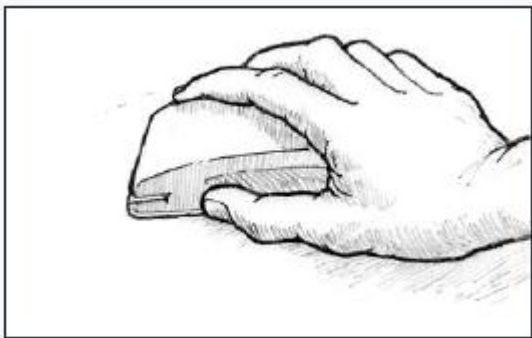

Рис. 32. Отшлифуйте поверхность.
3. Отшлифуйте поверхность так, чтобы она стала гладкой (Рисунок 32). Если на поверхности есть потеки смолы, начните шлифовку наждачной бумагой № 80. Шлифуйте поверхность до тех пор, пока она не станет ровной, на вид и на ощупь. Завершите шлифовку, используя рекомендованный для данного покрытия тип наждачной бумаги – должно быть указано в инструкциях по нанесению покрытия. Адгезия краски частично зависит от механического сцепления краски с поверхностью эпоксидной смолы. Если будет наноситься High-Build или порозаполняющая грунтовка, как правило, достаточно наждачной бумаги зернистостью 80-100. Для грунтовок и покрытий с большим содержанием твёрдых веществ, лучше использовать №120-180. Для глянцевых покрытий рекомендуем заканчивать шлифовку наждачной бумагой зернистостью 180. Более «тонкая» шлифовка может не создать достаточную шероховатость для хорошей адгезии. Всегда следуйте рекомендациям производителя покрытия в отношении подготовки поверхности. Многие предпочитают применять влажную шлифовку, так как это снижает риск появления пыли и, к тому же, так можно объединить описанные выше этапы 2 и 3 в одно действие.